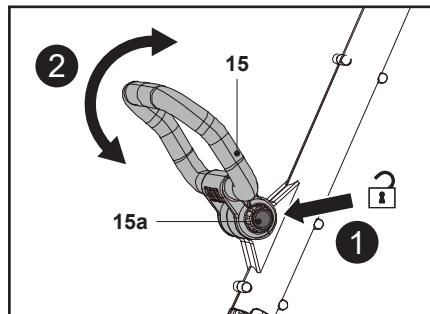

Fig. 4
1. Prima continuamente o botão de bloqueio (15a) e, em seguida, rode a pega auxiliar (15) para cima ou para baixo para ajustar o ângulo (Fig. 4).
2. Liberte o botão de bloqueio (15a) e continue a oscilar suavemente a pega auxiliar (15) até bloquear no devido lugar. Certifique-se de que o sistema dentado bloqueia no devido lugar.